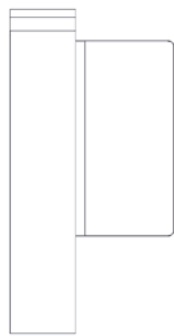

Figure 1.1
- Couloir à porte battante à mécanisme simple, appelé aussi caisson latéral : il intègre un mécanisme unique logé à l'intérieur du corps du couloir (voir figure 1.1).